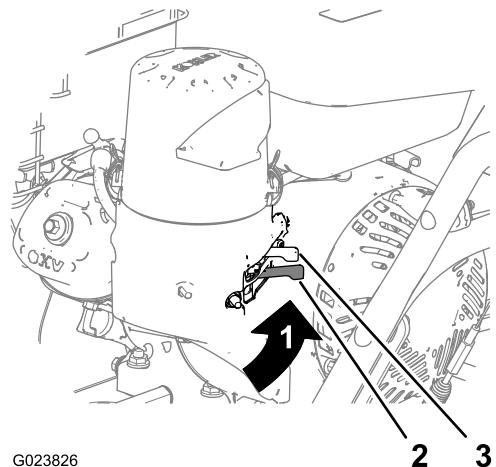

Рисунок 9
2. Сзади, с левой стороны двигателя переведите рычаг воздушной заслонки в положение Вкл. Если двигатель прогрет, оставьте рычаг воздушной заслонки в положении Выкл. (Рисунок 9).
5. Дайте двигателю прогреться в течение нескольких минут, затем переведите рычаг воздушной заслонки вперед, в положение Выкл. (Рисунок 9).
5. С помощью отсечного топливного клапана перекрывается подача топлива в случаях, когда машина не используется в течение нескольких дней, при постановке машины на стоянку внутри здания или при ее транспортировке с одной рабочей площадки на другую (Рисунок 9).